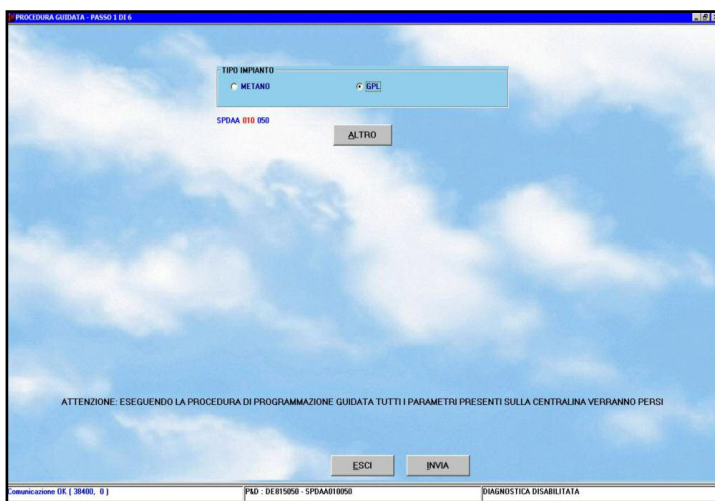

fig. 4-3
E' il primo passo della procedura, come si vede in fig. 4-3. Nel caso di una normale installazione, dopo aver selezionato la casellina corrispondente al tipo di impianto GPL o Metano, è sufficiente premere il tasto *INVIA*. Automaticamente verranno inviati in centralina il software ed una mappatura standard che consentiranno di effettuare la calibrazione della vettura. Al termine della programmazione si passerà al passo successivo, senza ulteriore intervento da parte dell'installatore.
- I primi 5 caratteri indicano il nome del software ("SPDAA" in FIG. 4-3).
- I tre numeri centrali indicano la versione del software che verrà scaricato ("010" in FIG. 4-3).
- Gli ultimi tre numeri indicano il tipo di software, che dipende dal tipo di centralina che si intende programmare ("050" in FIG. 4-3 indica che il tipo di centralina è